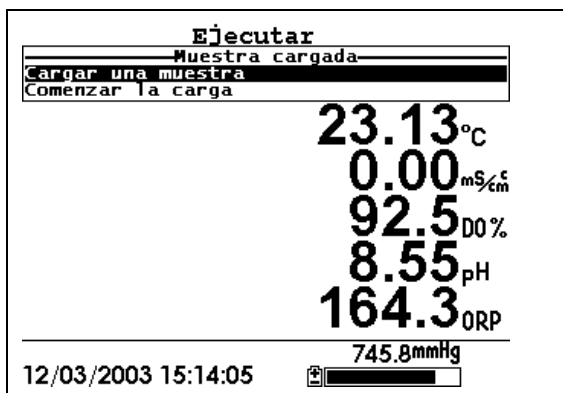

Imagen 9.11 Pantalla de ingreso de muestras
7. Si se ingresa un solo punto, el título de la pantalla momentáneamente cambiara de Menú a Muestra ingresada para confirmar que el punto se ha ingresado satisfactoriamente. Ver *Imagen 9.11 Pantalla de Muestra introducida*. Pase al paso 9.